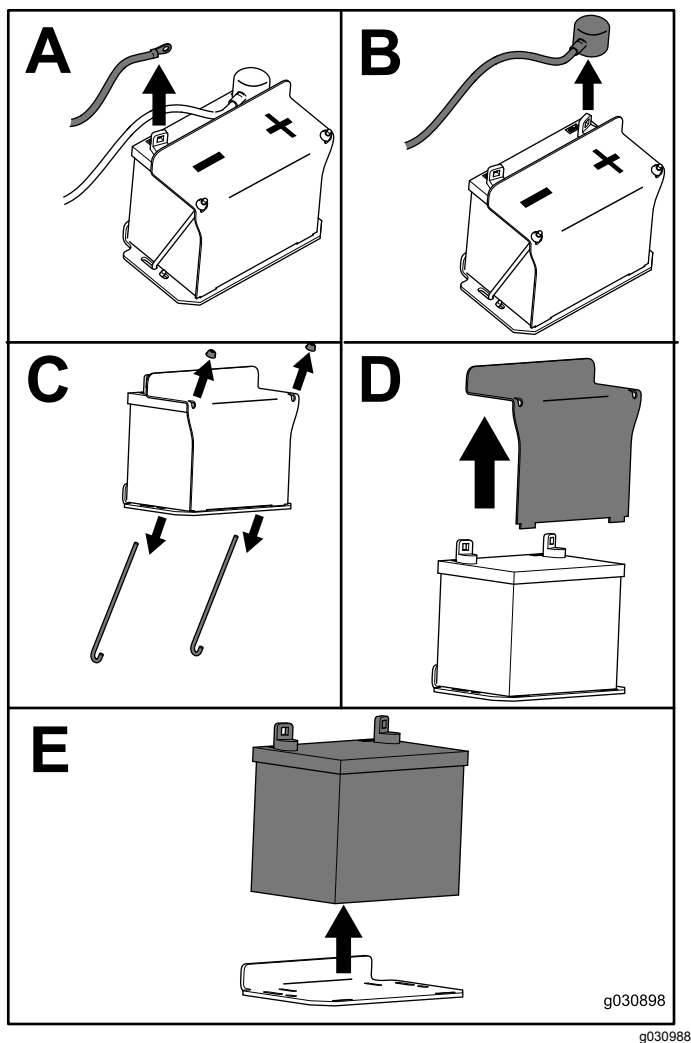

Figura 50
3. Retire la batería, según se muestra en Figura 50.